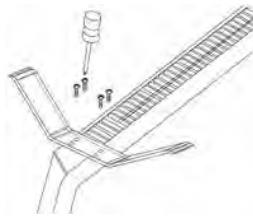

Рис. 3
2. Установите опоры в специально отведенные для этого места крепления (рис. 3).